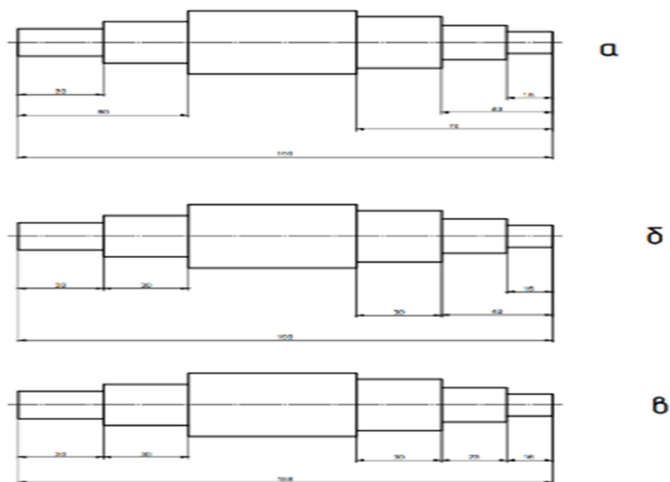

Рисунок 1. Простановка размеров
- комбинированный – простановка размеров осуществляется цепным и координатным способами одновременно. Чаще всего применяется на практике способами (рис. 1в).